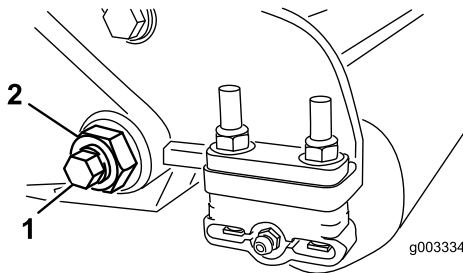

Figure 27
3. De chaque côté de la machine, desserrez le contre-écrou de fixation du boulon de la barre d'appui (Figure 27).
4. Retirez chaque boulon de la barre d'appui afin de pouvoir abaisser la barre et la déposer de l'unité de coupe (Figure 27).